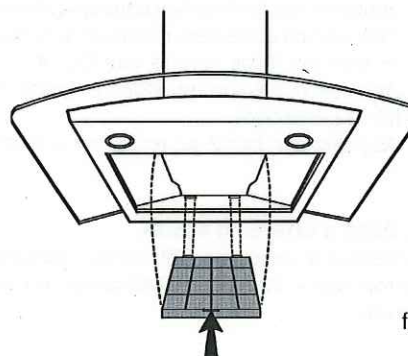

fig.2
3. Poussez l'arrêt du filtre à charbon vers l'intérieur et tirez le filtre vers le bas de manière à le retirer de son logement (fig.2).